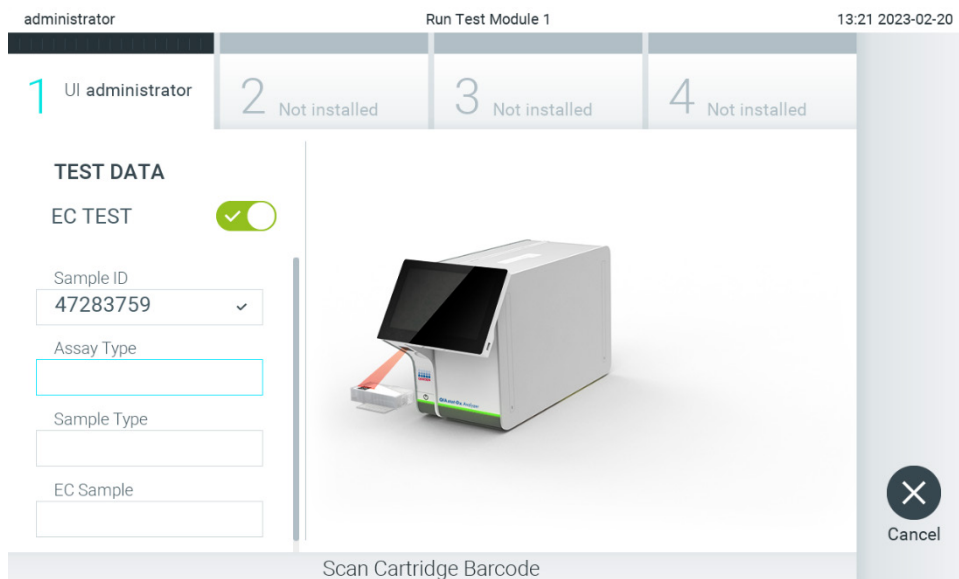

Figura 93. Scanarea codului de bare al cartușului de test QIAstat-Dx.
4. Atunci când vi se solicită acest lucru, scanați codul de bare al cartușului de test QIAstat-Dx pe care îl veți folosi. QIAstat-Dx Analyzer 2.0 recunoaște automat testul care trebuie rulat, în funcție de codul de bare al cartușului de test QIAstat-Dx (Figura 93).